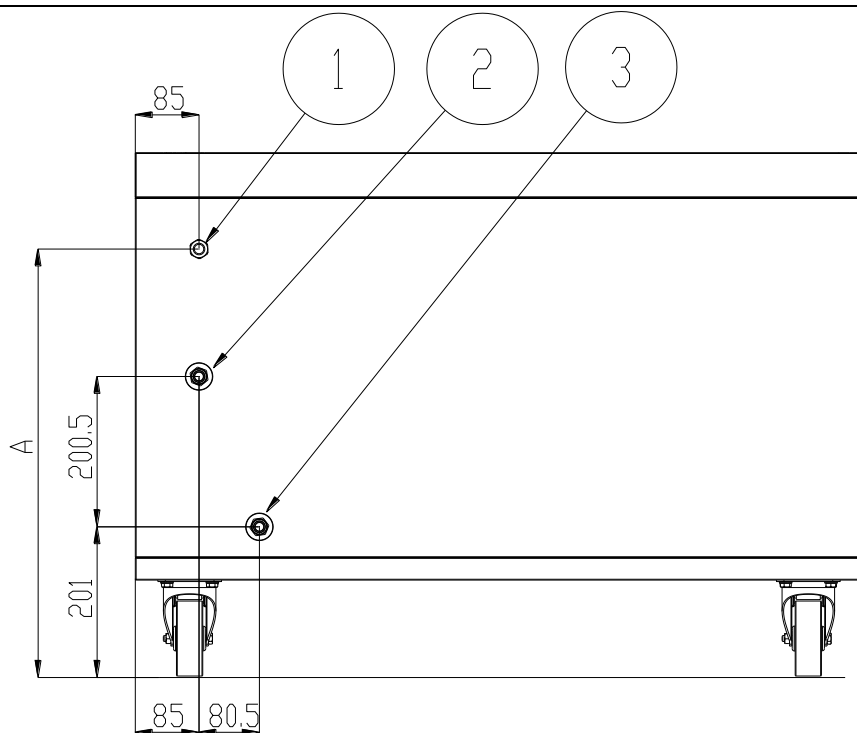

Fig.4.1 Anschlu -Position
Für den elektrischen Anschluss sich aufs Bild 4.1 beziehen, wo die Position des elektrischen Einlass angegeben wird (1).
Siehe Abbildung 4.1 für die genaue Position vom Wasserzu-und ausfluß.